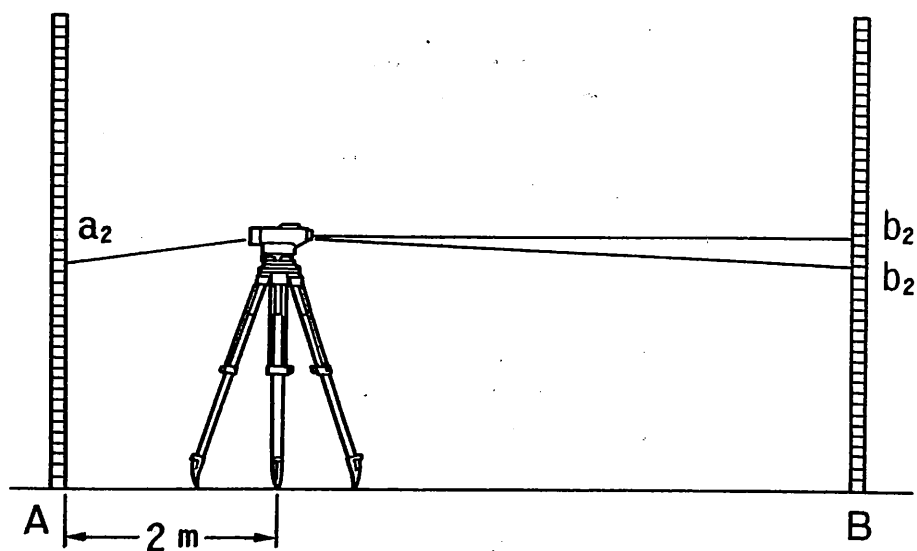
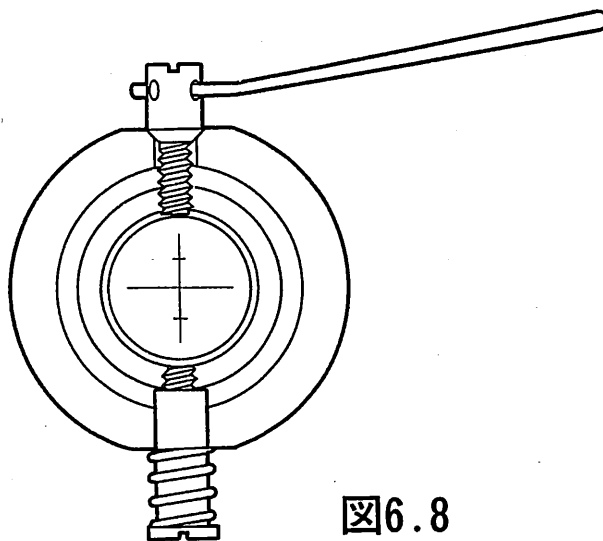

図6.6
図6.8
- 2) 点Aから2mの地点に機械を設置し、再び $a_2 \cdot b_2$ を読みとります。(図6.6)
- 4) 調整ピン⑬を使って、 $b_2' = b_2$ になるまで調整します。例えば、図6.6の場合、 b_2 の値が大きすぎるので、十字線を下げの必要があります。この場合は調整ねじを少しゆるめて下さい。また、十字線を上げたいときは、調整ねじを締めて下さい。(図6.8)